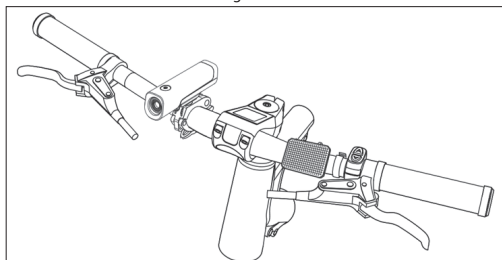

Figure 9-3
- c. Montez le réflecteur avant et la cloche sur le guidon, comme indiqué à la **figure 9-3**.